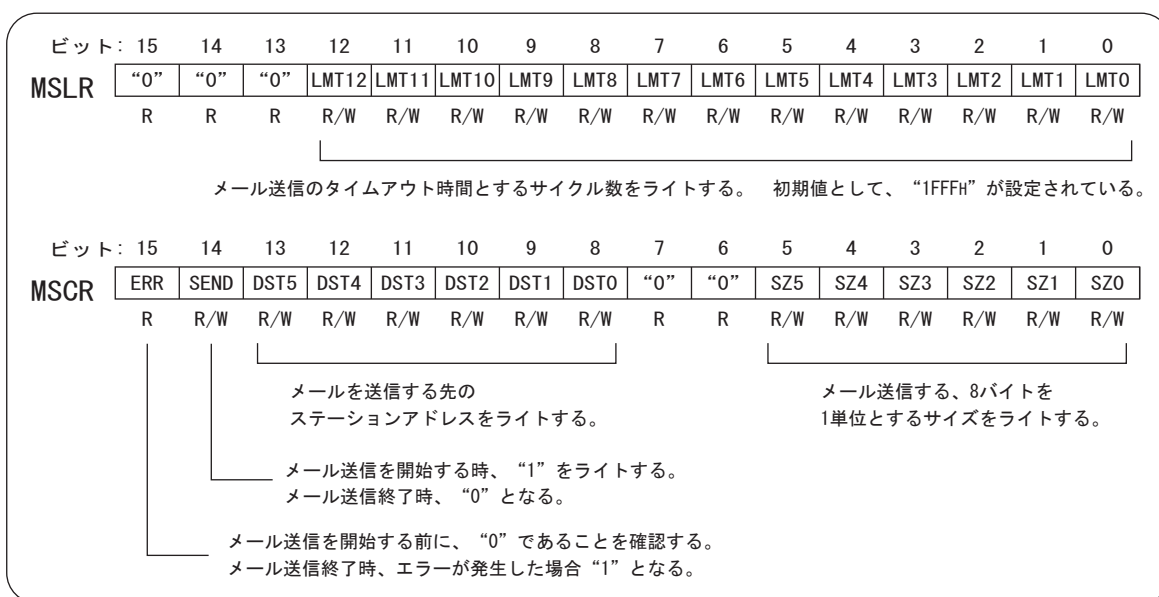

図 4.24 MSLR と MSCR の操作
- ② MSCR のビット 15 (ERR:ERRor) が “0” であることを確認してください。ERR フラグビットが “0” でなかった場合は前回のエラーが残っているため、“4.3.4 メール送信エラーに対する操作” を参照して、ERR フラグビットを “0” にしてください。ERR フラグビットが “1” である場合は、下記④に記述された SEND ビットへの “1” のライトも無視されます (図 4.24 参照)。
- ③ メール送信のタイムアウトを設定する場合は、MSLR (Mail Send Limit time Register) のビット 0 ~ 12 (LiMit Time: LMT0 ~ 12) へ、サイクルタイムを 1 単位とするユーザアプリケーションによって定めるタイムアウト値 (16 進数) をライトします。MSLR の初期値が、ハードウェアリセットによって “1FFFH” にセットされているため、ユーザアプリケーションがタイムアウト値を定めない場合は、タイムアウト値をライトする必要はありません。MSLR へライトしたデータはハードウェアリセットがアクティブになるまで維持されるため、メール送信の都度設定する必要はありません。
- ④ MSCR のビット 0 ~ 5 (SiZe: SZ0 ~ 5) へは送信するデータセットのサイズ (16 進数) を、ビット 8 ~ 13 (DeStination: DST0 ~ 5) へは送信する先のステーションアドレス (SA) (16 進数) を、ビット 14 の SEND へは “1” をライトしてください。